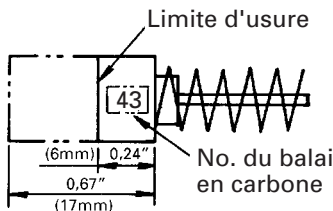

Fig. 8
2. Inspection des balais en carbone (Fig. 8)
REMARQUE: Utiliser le balai en carbone HITACHI No. indiqué sur la Fig. 8.